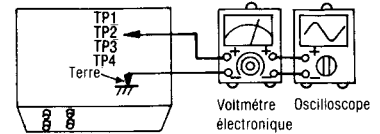

Fig. 7
1. Le raccordement de l'équipement d'essai est montré à la Fig. 7.